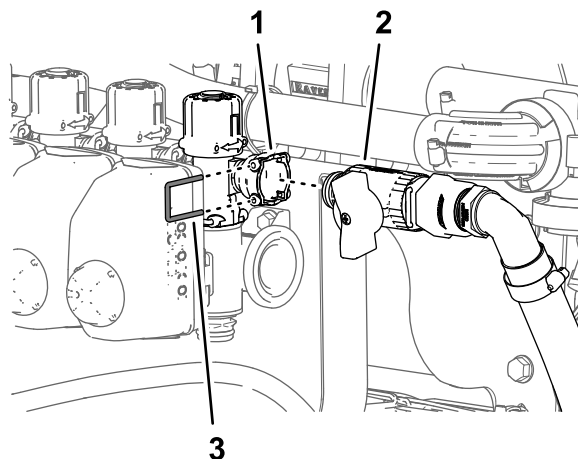

Figura 112
1. Monte a união de desligação rápida da válvula de bloqueio de distribuição com a união de desligação rápida (tomada) da válvula de distribuição (Figura 112).
2. Prenda as uniões de desligação rápida da válvula de bloqueio de distribuição e da válvula de distribuição com o retentor (Figura 112) que removeu no passo 3 de [Posicionar as válvulas de distribuição – máquinas com o kit de varinha opcional ou o kit de cilindro de tubagem elétrico opcional \(página 45\)](#).